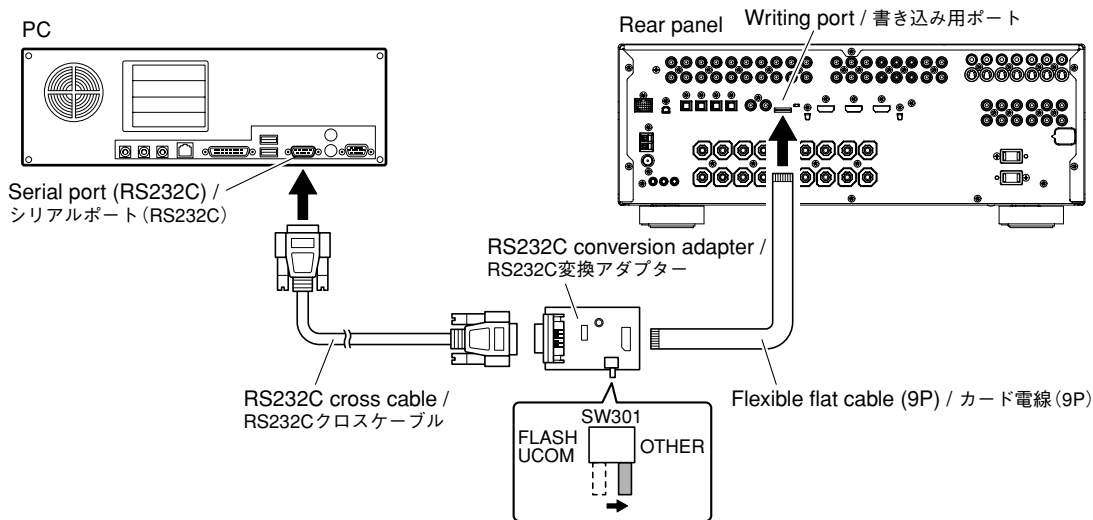

Fig. 6
2. Set the switch (SW301) of RS232C conversion adapter to the "OTHER" side. (Fig. 6)
3. Connect the writing port of the main unit to the serial port (RS232C) of the PC with RS232C cross cable, RS232C conversion adapter and flexible flat cable as shown below. (Fig. 6)
2. RS232C変換アダプターのスイッチ(SW301)を"OTHER"側に設定します。(Fig. 6)
3. 本機の書き込み用ポートとPCのシリアルポート(RS232C)を下記のように接続します。(Fig. 6)